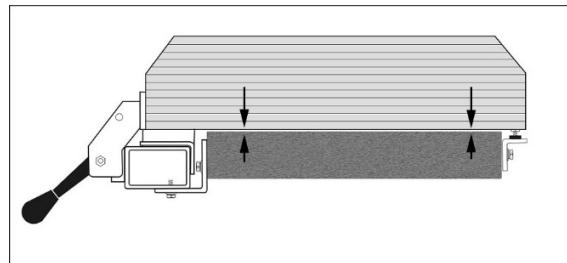

Рис. 10: зазор между упором и столом
- Проверьте зазор между столом и нижней частью упора (см. Рис. 10). Упор должен не соприкасаться с поверхностью стола, а быть слегка над ней. В передней и задней частях стола зазор должен быть одинаковым.